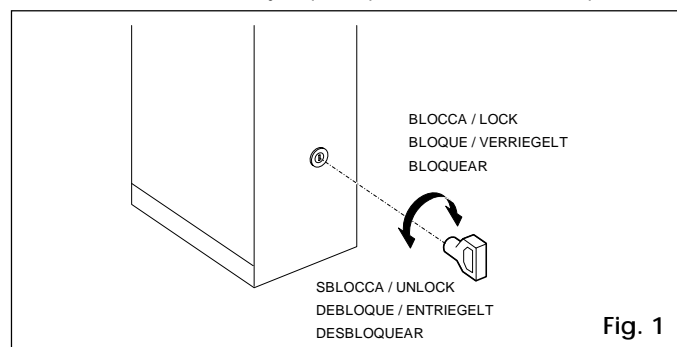
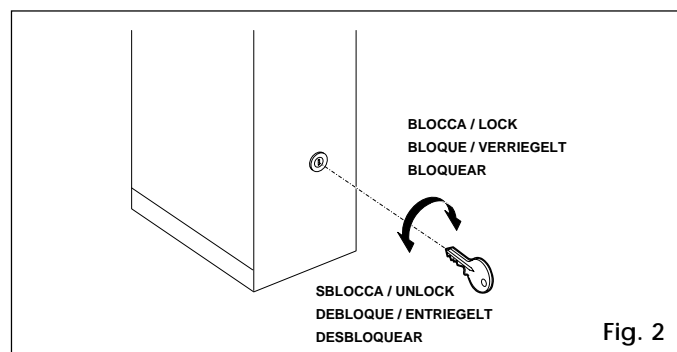

Fig. 1
Fig. 2
- Insérer la clé triangulaire standard (fig.1) ou personnalisée (fig.2) dans la serrure et la tourner d'un tour dans le sens inverse des aiguilles d'une montre.